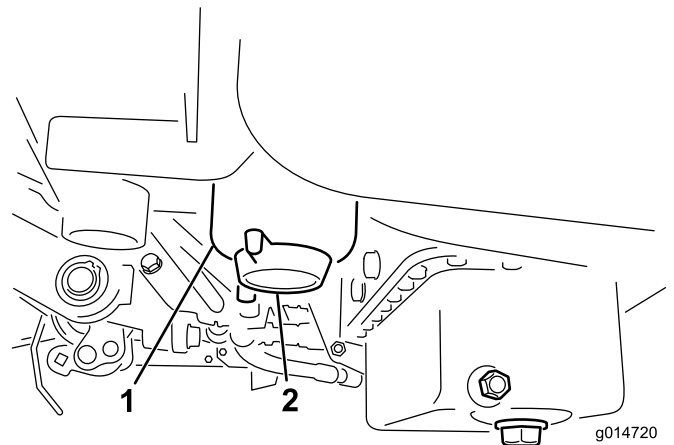

図 45
2. フィルタ容器 (図 45) の周辺をウェスできれいにぬぐう。
4. フィルタの j ドレン・プラグを開く (図 45)。